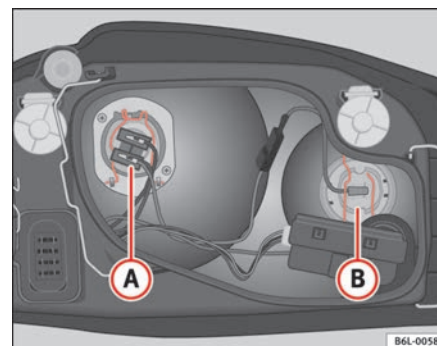

Fig. 143 Lámpara luz de cruce
- Extraiga el conector del cable de la lámpara (A) ⇒ fig. 143